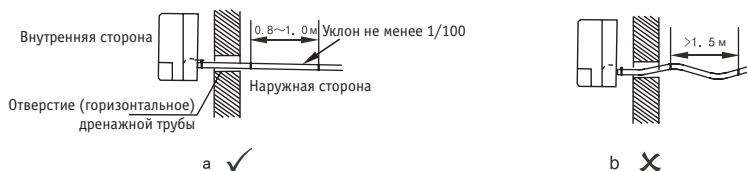

Рис. 4.2
4. Для предотвращения протекания воды внутрь кондиционера, когда он не работает, дренажная труба должна быть наклонена в сторону улицы (сторону дренажа), и угол наклона должен составлять не менее 1/100. Труба не должна иметь выступов, в которых могла бы скапливаться вода (см. рисунок 4.2а).